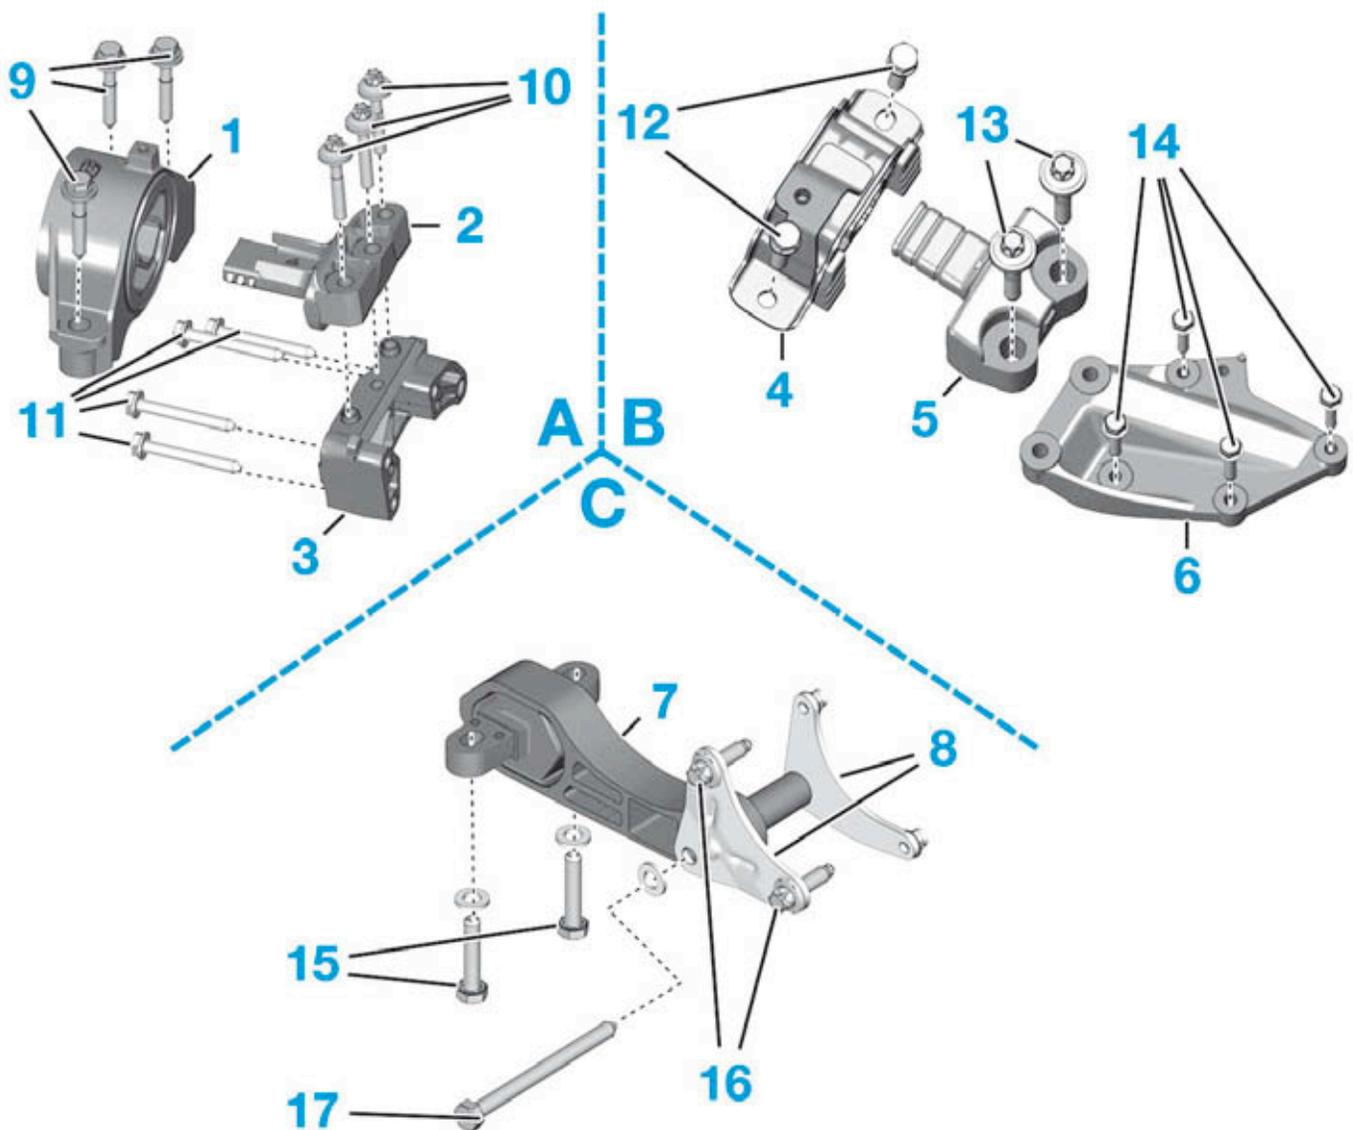

FIG.73
- le support moteur supérieur droit (12),
- les vis (13) (Fig.73),